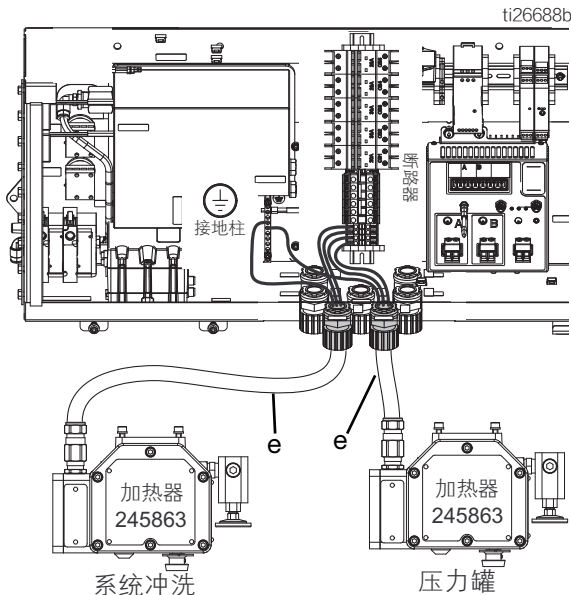

图 17
- 对于危险场所型号**，将料桶加热器和冲洗加热器的加热器电源线 (e) 连接到接线端柱。参见图 17。